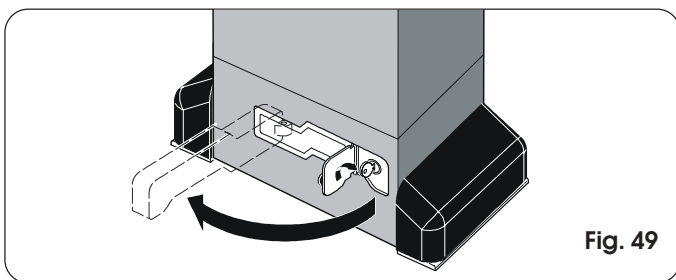

Fig. 49
- 2) Draai de sleutel met de klok mee en trek aan de ontgrendelhendel zoals aangegeven op fig. 49.